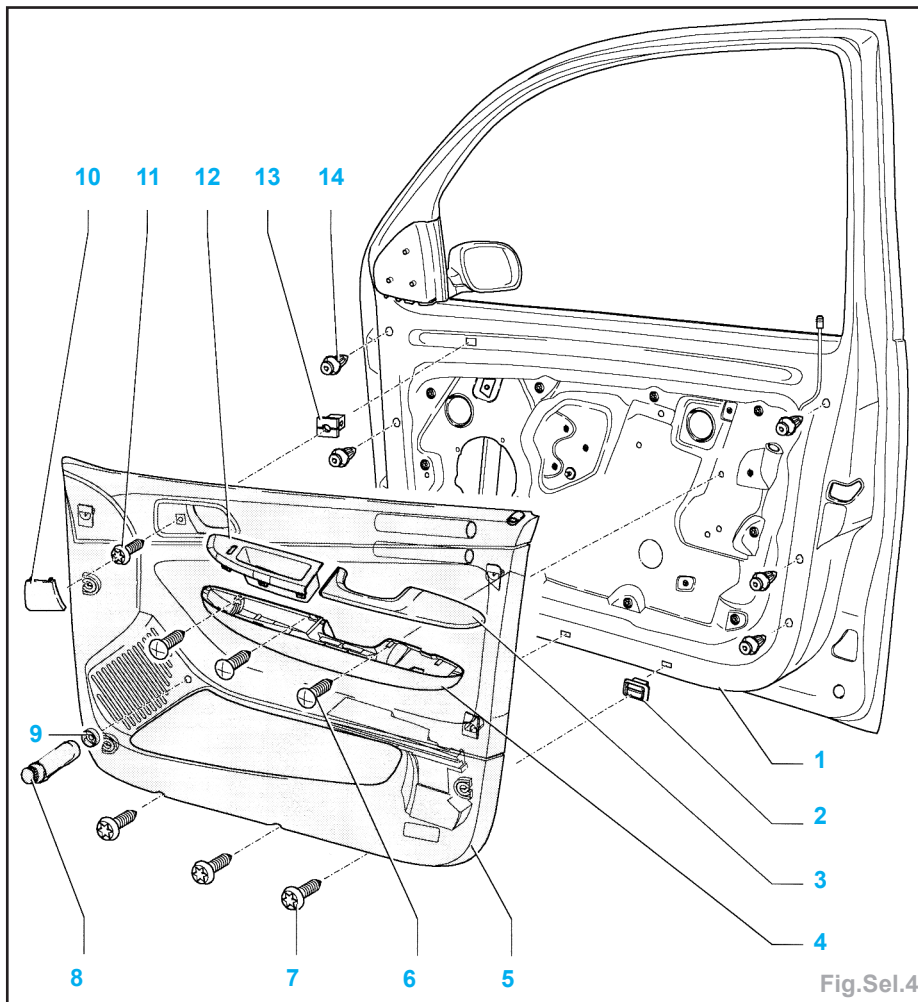

Fig.Sel.4
- Déposer la garniture de porte (Fig.Sel.4) :